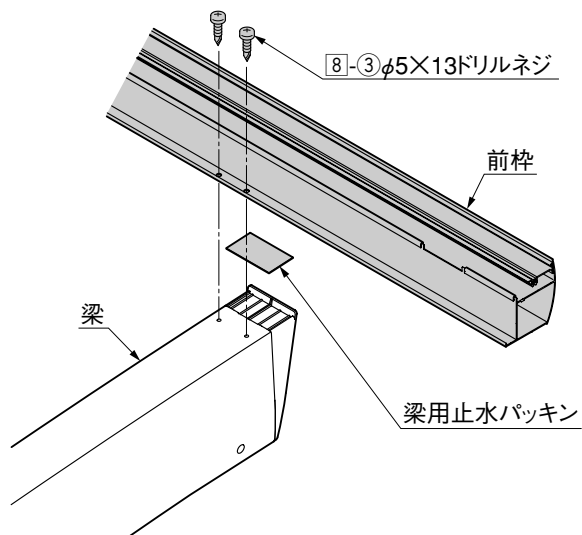

図3-3
③ 梁の先端に梁用止水パッキンを取付けて、前枠を梁に[8]-③で取付けてください。(図3-3参照)